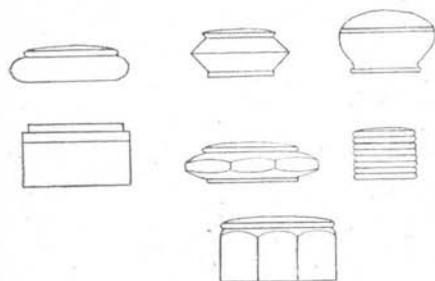

Fig. 6
c) Bonbonnières de formes et de tailles diverses (fig. 6).